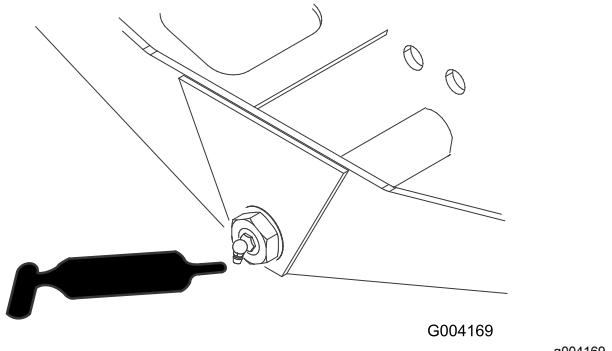

Figura 69
- Pivote de dirección del eje (1) (Figura 69)